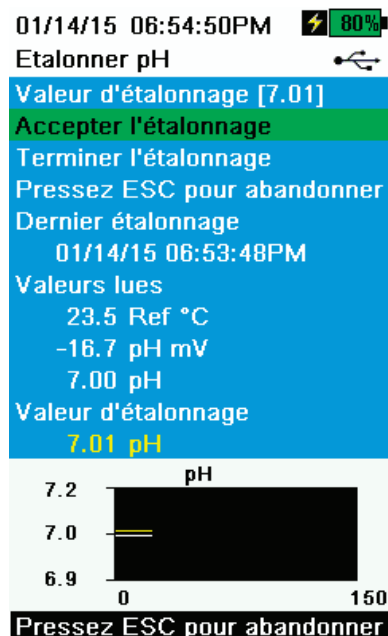

Figure 50 Étalonner le point 1 du pH
7. Observez les lectures de mesure réelles (la ligne blanche du graphique n'indique aucun changement important pendant 40 secondes), puis sélectionnez **Accepter l'étalonnage** (Figure 50). La mention « Prêt pour le point d'étalonnage 2 » s'affiche dans la zone de messages.